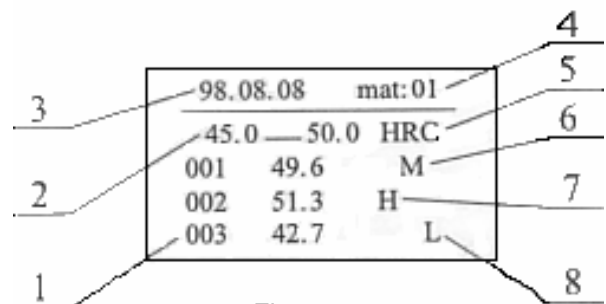

Fig. 5.7
5.2.9.2 Premere il tasto RNG, la lettera "L" apparirà nell'angolo superiore destro dello schermo. La cifra che lampeggia indica che un nuovo numero (limite) deve essere definito. Inserite il limite superiore sulla linea superiore e il limite inferiore sulla linea inferiore. Si noti che solo un decimale è consentito. Le 8 cifre devono essere inserite con un numero (da 1 a 9) o con uno "0". Per esempio, se il limite superiore è HRC 50 e quello inferiore HRC 45, rispettivamente, le 8 cifre devono essere digitate come di seguito: 0-5-0-0 e 0-4-5-0. dopo aver inserito i limiti premere il tasto RNG di nuovo, quindi i dati registrati verranno stampati come ci mostrano le prime due righe della Fig. 5.7
Durante la prova, lo schermo mostra il valore della durezza in scala "L", il valore convertito e il numero seriale di ogni 5 prove come un gruppo. Dopo 5 prove, il valore medio (dopo la correzione automatica dell'errore), valutazione del risultato e il numero del gruppo seriale sarà visualizzato. Il formato dei dati stampati è mostrato da Fig. 5.7. La freccia di sinistra rivolta verso l'alto indica che il limite superiore è stato superato, mentre la freccia di destra rivolta verso il basso sta a significare che il limite inferiore è stato superato. In altri casi non si vedrà e non si sentirà niente. **ATTENZIONE:** 1. il risultato dell'elaborazione della prova non può essere memorizzato. La stampante stamperà il valore medio dei dati validi dopo aver eliminato i valori errati se presenti. Dopo la stampa, la successiva prova può iniziare. 2. Durante l'elaborazione della prova l'auto spegnimento non è attivo.